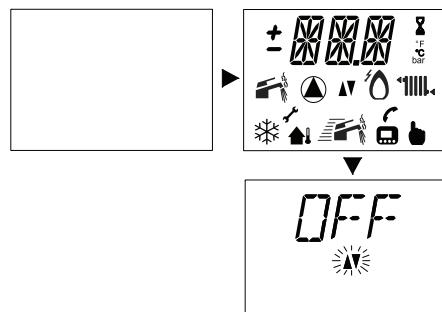

Рисунок 2.1
- При помощи двухполюсного выключателя, предусмотренного при установке, включите электропитание котла. На ЖК-дисплее последовательно отобразятся следующие символы (Рисунок 2.1).